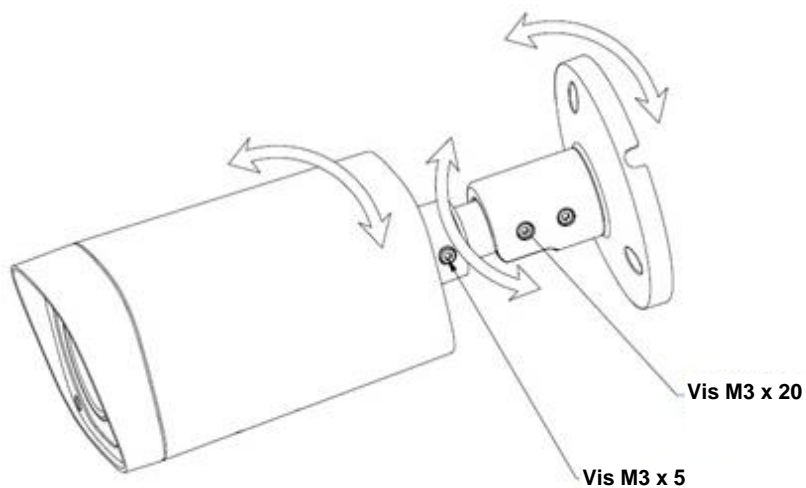

Figure 3-3
- S'il s'agit du modèle a ou du modèle b, desserrez alors les vis M3 x 20 et M3 x 5 sur le support conformément à la direction indiquée dans la figure 3-3. Ajustez la caméra dans la direction de surveillance ciblée en pivotant le support et le corps de la caméra, puis fixez les vis.